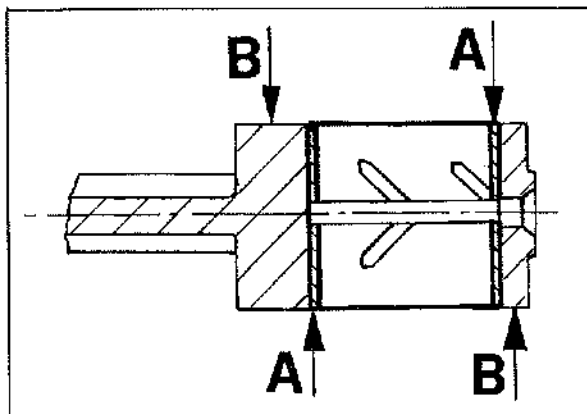

Fig. 19
- Allineare le superfici (Fig. 19) ai piani (B) della biella e fare coincidere la scanalature (zampe di ragno) con il foro sulla biella.